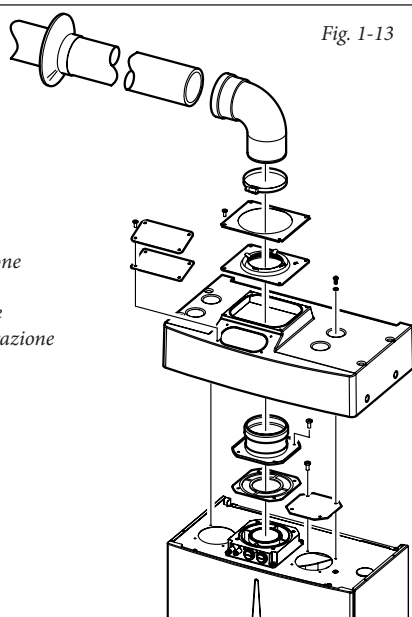

Fig. 1-13
• **Montaggio kit copertura (Fig. 1-13).** Smontare dai fori laterali rispetto a quello centrale i due tappi e le guarnizioni presenti, quindi coprire il foro di aspirazione destro con l'apposita piastra fissandola sul lato sinistro con 2 delle viti precedentemente smontate. Installare la flangia Ø 80 di scarico sul foro più interno della caldaia interponendo la guarnizione presente nel kit e serrare con le viti in dotazione. Installare la copertura superiore fissandola con le 4 viti presenti nel kit interponendo le relative guarnizioni. Innestare la curva 90° Ø 80 con lato maschio (liscio), nel lato femmina (con guarnizioni a labbro) della flangia Ø 80 sino a portarla in battuta, infilare la guarnizione facendola scorrere lungo la curva, fissarla tramite la piastra in lamiera e stringere mediante la fascetta presente nel kit facendo attenzione di fermare le 4 linguette della guarnizione. Innestare il tubo di scarico con lato maschio (liscio), nel lato femmina della curva 90° Ø 80, accertandosi di avere già inserito il relativo rosone, in questo modo si otterrà la tenuta e la giunzione degli elementi che compongono il kit.